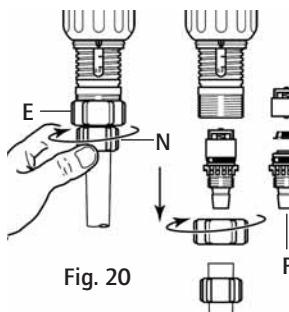

Fig. 20
- Desenroscar la tuerca (Fig. 20/21-E) y retirar el tubo de aspiración.
- Destornillar y retirar la tuerca negra. (Fig. 20/21-N).
- Enjuagar abundantemente con agua limpia las diferentes partes, montar de nuevo siguiendo el orden del esquema (Fig. 20/21-P) y verificar que el muelle de retorno esté activo.